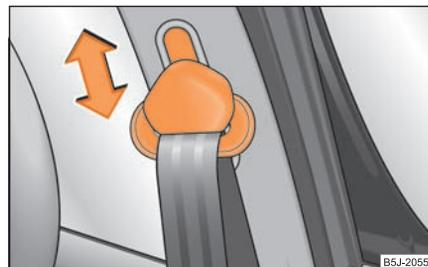

Fig. 143 Asiento delantero: ajuste de la altura del cinturón
- Para el ajuste, presionar el herraje de inversión y desplazarlo hacia arriba o hacia abajo ⇒ página 137, fig. 143.